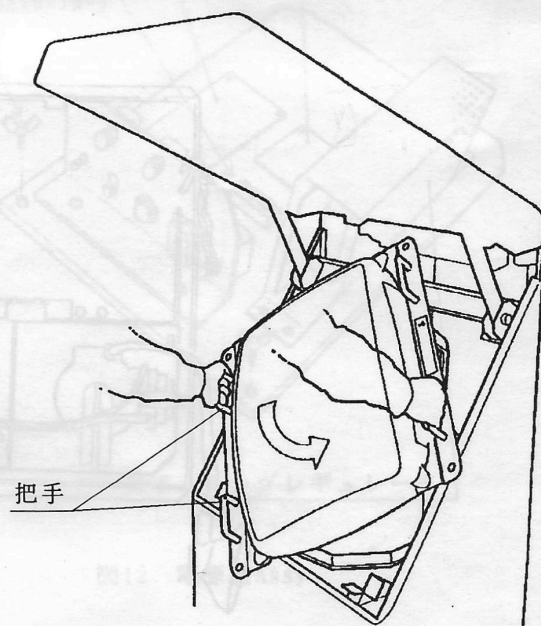

図9 モニターAssyの回転
- (5) 図9の矢印の方向に90度回転させて、横置きに変更します。